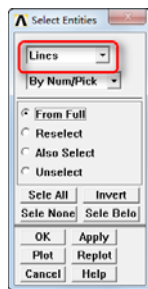
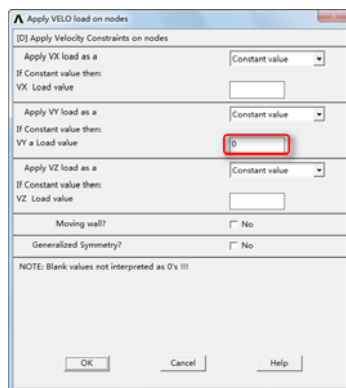

图 6-15 “Select Entities”对话框
图 6-17 “Apply VELO load on nodes”对话框
⑤依次选择 Utility Menu→Select→Entities，会弹出“Select Entities”对话框，在第一个下拉框中选择“Lines”，在第二个下拉框中选择“By Num/Pick”，在第三个单选框中选择“From Full”，如图 6-15 所示。单击“OK”按钮，会弹出“Select Lines”对话框，用鼠标选择线段 L1、L9、L10、L11、L12，单击“OK”按钮关闭对话框。
⑦依次选择 Main Menu→Preprocessor→Loads→Define Loads→Apply→Fluid/CFD→Velocity→On Nodes，会弹出“Apply V on Nodes”对话框。单击“Pick All”按钮，会弹出“Apply VELO load on nodes”对话框，如图 6-17 所示。
⑧在“Apply VELO load on nodes”对话框中，在“VY a Load value”输入框中输入 0，如图 6-17 所示，单击“OK”按钮关闭该对话框。
⑨依次选择 Utility Menu→Select→Entities，会弹出“Select Entities”对话框，在第一个下拉框中选择“Lines”，在第二个下拉框中选择“By Num/Pick”，在第三个单选框中选择“From Full”，如图 6-15 所示。单击“OK”按钮，会弹出“Select Lines”对话框，用鼠标选择线段 L4，单击“OK”按钮关闭对话框。
⑬依次选择 Utility Menu→Select→Entities，会弹出“Select Entities”对话框，在第一个下拉框中选择“Lines”，在第二个下拉框中选择“By Num/Pick”，在第三个单选框中选择“From Full”，如图 6-15 所示。单击“OK”按钮，会弹出“Select Lines”对话框，用鼠标选择线段 L3、L5、L6、L7、L8，单击“OK”按钮关闭对话框。
⑮依次选择 Main Menu→Preprocessor→Loads→Define Loads→Apply→Fluid/CFD→Velocity→On Nodes，会弹出“Apply V on Nodes”对话框。单击“Pick All”按钮，会弹出“Apply VELO load on nodes”对话框，如图 6-17 所示。
⑯在“Apply VELO load on nodes”对话框中，在“VX a Load value”输入框中输入 0，在“VY a Load value”输入框中输入 0，单击“OK”按钮关闭该对话框。
⑰依次选择 Utility Menu→Select→Entities，会弹出“Select Entities”对话框，在第一个下拉框中选择“Lines”，在第二个下拉框中选择“By Num/Pick”，在第三个单选框中选择“From Full”，如图 6-15 所示。单击“OK”按钮，会弹出“Select Lines”对话框，用鼠标选择线段 L16，单击“OK”按钮关闭对话框。
⑱依次选择 Utility Menu→Select→Entities，会弹出“Select Entities”对话框。在第